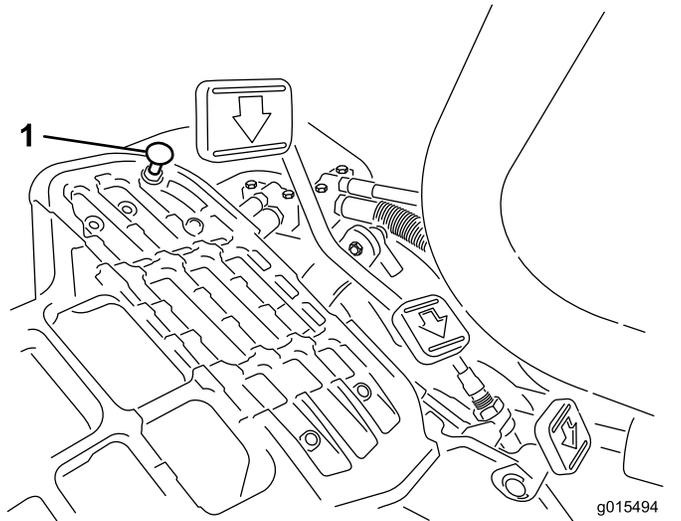

Bild 38
Stellen Sie den Funktionsschalthebel in die TRANSPORT-Stellung und treten Sie auf das Fahrpedal, um die maximale Transportgeschwindigkeit zu erreichen. Wenn das Pedal den Anschlag erreicht (Bild 38), bevor das Kabel gespannt ist, führen Sie folgende Einstellungsschritte aus:
1. Stellen Sie den Funktionsschalthebel in die TRANSPORT-Stellung lösen Sie die Sicherungsmutter, mit der der Pedalanschlag an der Bodenplatte befestigt ist (Bild 38).